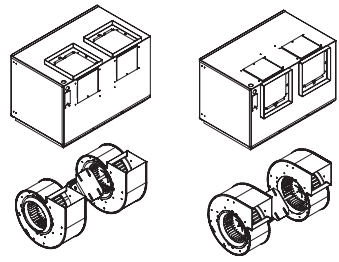

Figure 5
4. Les modèles de simple et double largeur peuvent être tournés d'un refoulement horizontal à vertical. Pour passer d'une refoulement horizontal à vertical, déposer les deux vis de fixation de la soufflante puis extraire la soufflante hors du caisson. Tourner la soufflante de 180 degrés et la remettre dans le caisson. Voir la Figure 5. Utiliser les mêmes vis pour rattacher la soufflante dans le caisson. Retourner le caisson et déposer les quatre vis de fixation de l'ensemble gaine de refoulement et registre. Échanger cet ensemble avec la plaque fixée sur le dessus du caisson.